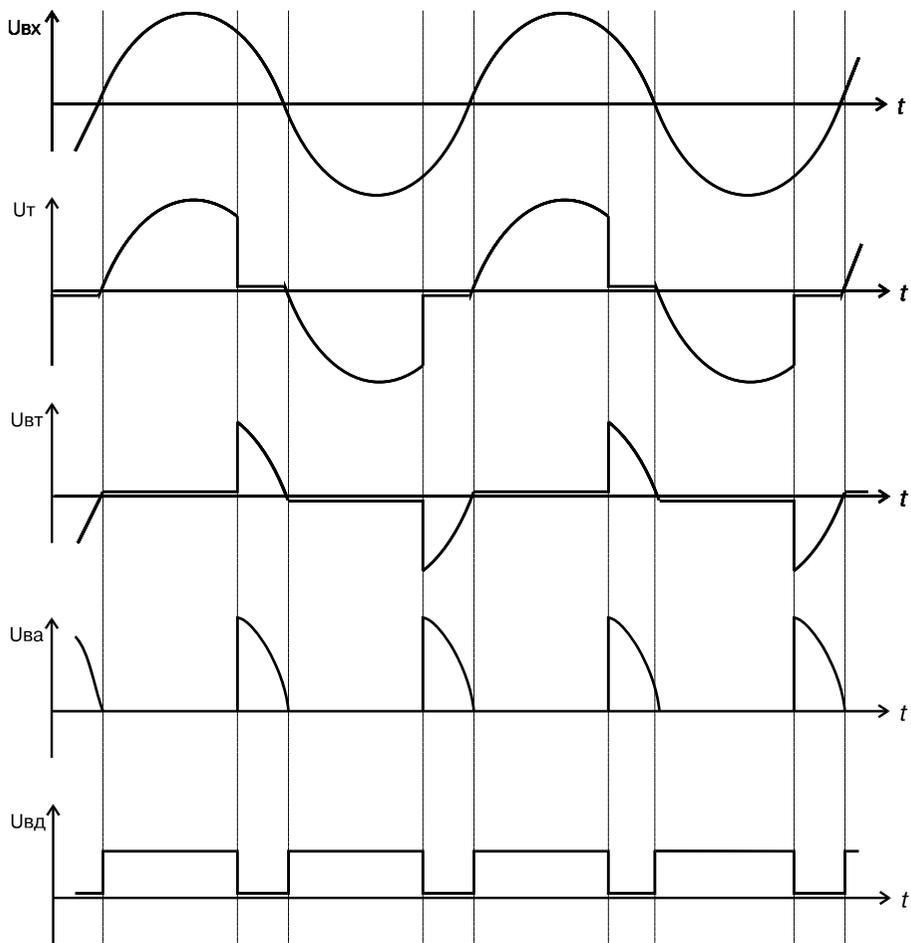

Рис. 3 Осциллограммы напряжений на элементах устройства «Сатурн-М»:
1. Для проверки полупроводниковых и электромагнитных расцепителей автоматических выключателей с помощью устройства «Сатурн-М» необходимо собрать одну из схем, приведенных на рис.1 — рис.3.